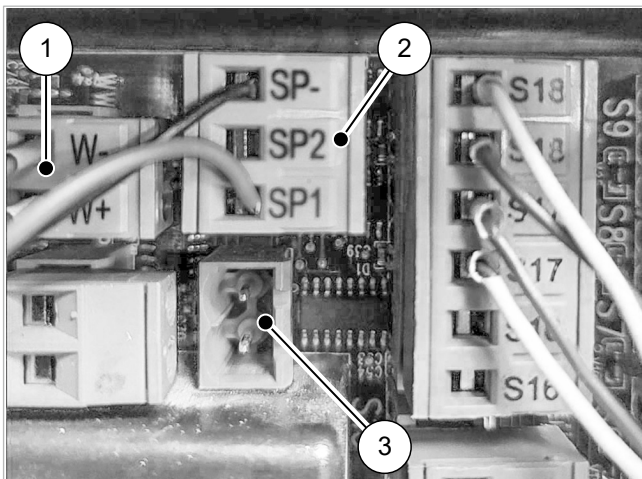

Fig. 13: Collegamenti sulla scheda di rete SC-3
3. Collegare il cavo di segnale all'uscita WW (O5) nel modo seguente (→ Fig. 13):
1. Il bruciatore di gas viene modulato tramite l'uscita O1 (vedere → Fig. 13). Ricollegare i collegamenti di modulazione a una ciabatta a due poli e inserirli nell'uscita O1.